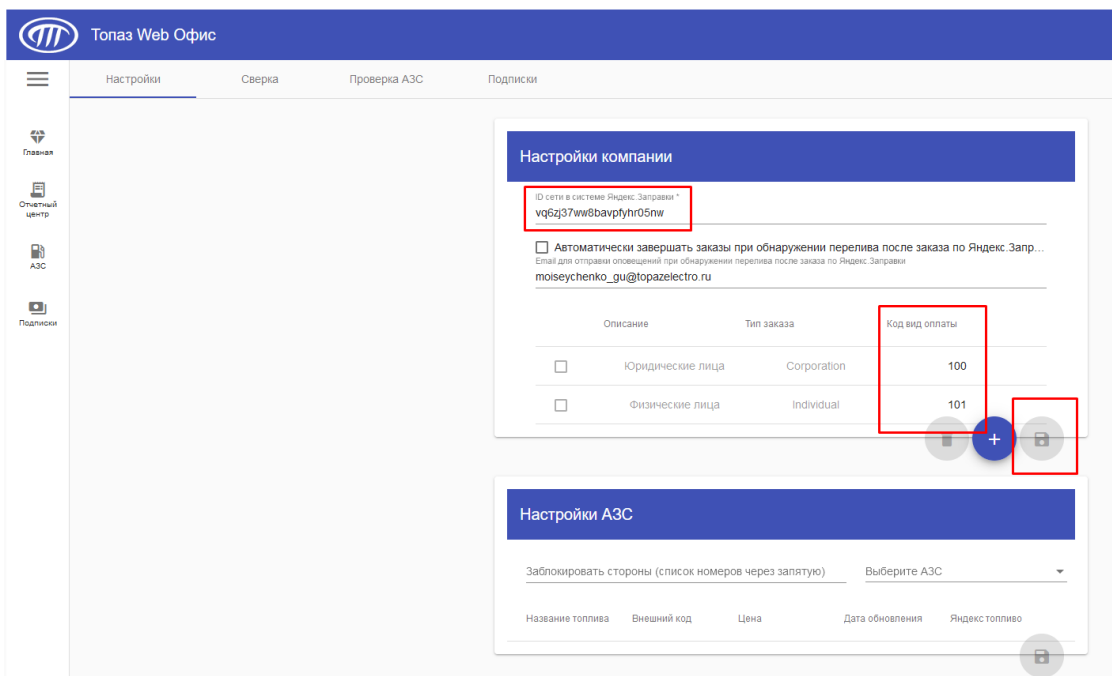

Рисунок 132.
30. Нажмите кнопку “Сохранить” под блоком “Настройки компании” (рисунок 132):